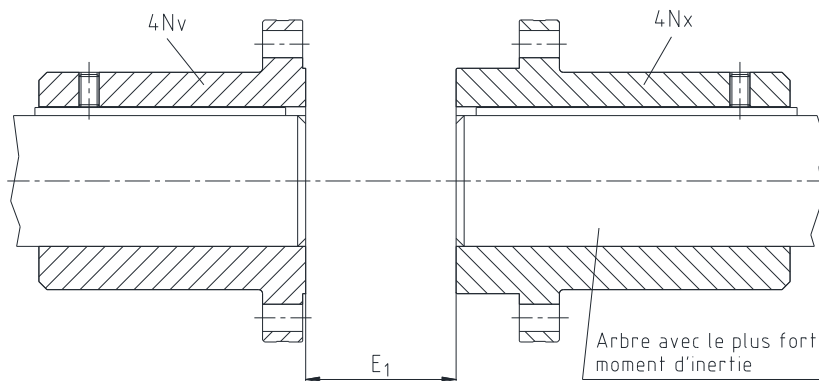

Fig. 4 : Montage des brides d'accouplement
- Monter les brides d'accouplement (composants 4Nv et 4Nx) sur l'arbre côté entrée et sortie. La bride d'accouplement (composant 4Nx) pour le montage du frein de disque (composant 15Nx) doit être placée sur l'extrémité de l'arbre où le moment d'inertie de masse le plus élevé est appliqué (voir Fig. 4).
- Les faces intérieures des brides d'accouplement (composants 4Nv et 4Nx) doivent affleurer avec les faces frontales des arbres (voir Fig. 4).
- Déplacer les ensembles axialement jusqu'à atteindre la cote E1 (voir fig. 4).